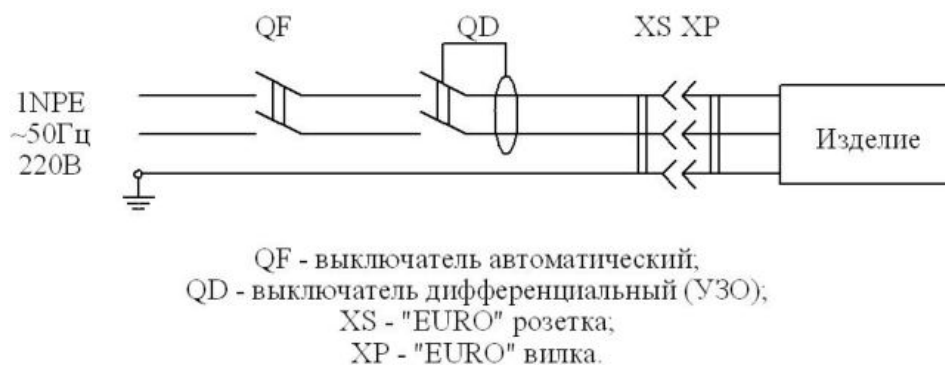

Рис.1. Схема подключения изделия к электросети
6. 4. Изделие должно подключаться к питающей электрической линии (рис. 1) через автоматический выключатель электромагнитной защиты и дифференциальный выключатель (УЗО). Выбор автоматического выключателя производить по большему ближайшему значению уставки срабатывания, а выбор дифференциального выключателя по номинальному току, который должен быть выше номинального тока автоматического выключателя и по номинальному отключающему дифференциальному току равному 30 мА.